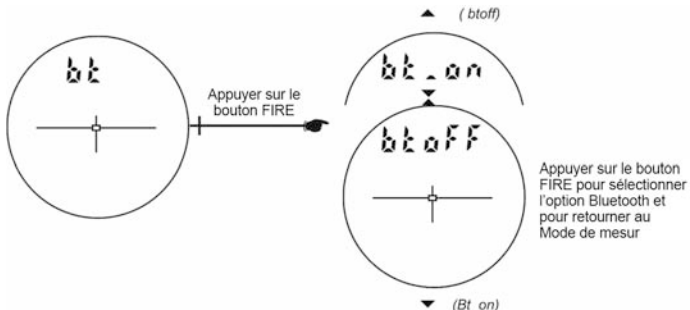

Figure 12
2. Appuyer sur le bouton  pour sélectionner l'option « bt » comme l'illustre la Figure 12 ci-dessous.